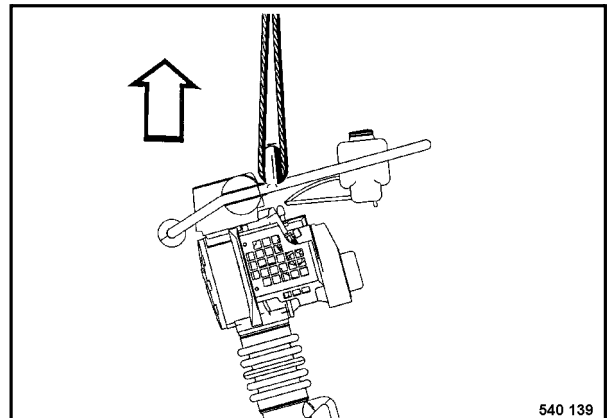

Fig. 1
- Para cargar el apisonador enganchar el dispositivo elevador en el tirante transversal del estribo guía (Fig. 1).